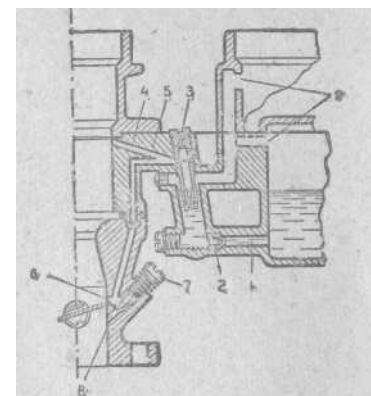

Рис. 7—Система холостого хода карбюратора
2) вывертывая регулировочный винт 7 (рис. 7) холостого хода, добиваться наивыгоднейшего состава смеси, при котором обороты двигателя будут максимальными; необходимое положение регулировочного винта обычно определяется на слух;
обходимо несколько увеличить начальные обороты холостого хода вывертыванием регулировочного винта 7 (рис. 7).